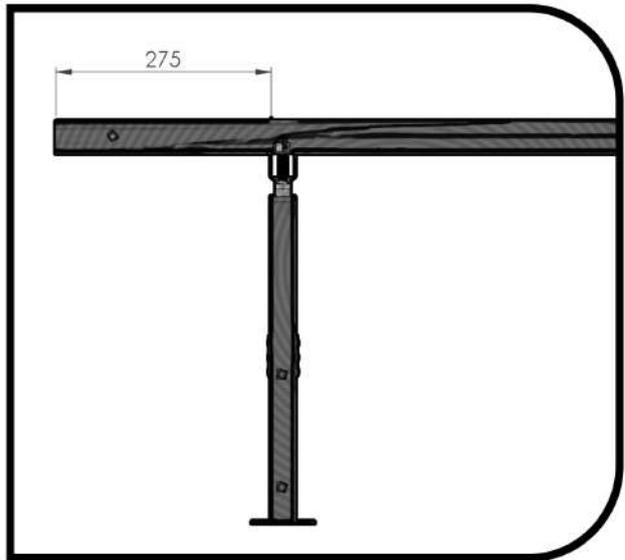

FIG. 17
5.2 Dopo aver aggiustato l'interasse dei tubi di rollio posizzionarli in modo che l'estremità dei tubi sporgano di 275mm dalla prima e dall'ultima gamba (fig. 17)